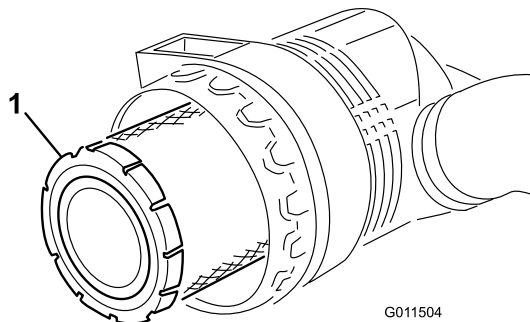

Bild 46
3. Entfernen und wechseln Sie den Hauptfilter aus (Bild 46).